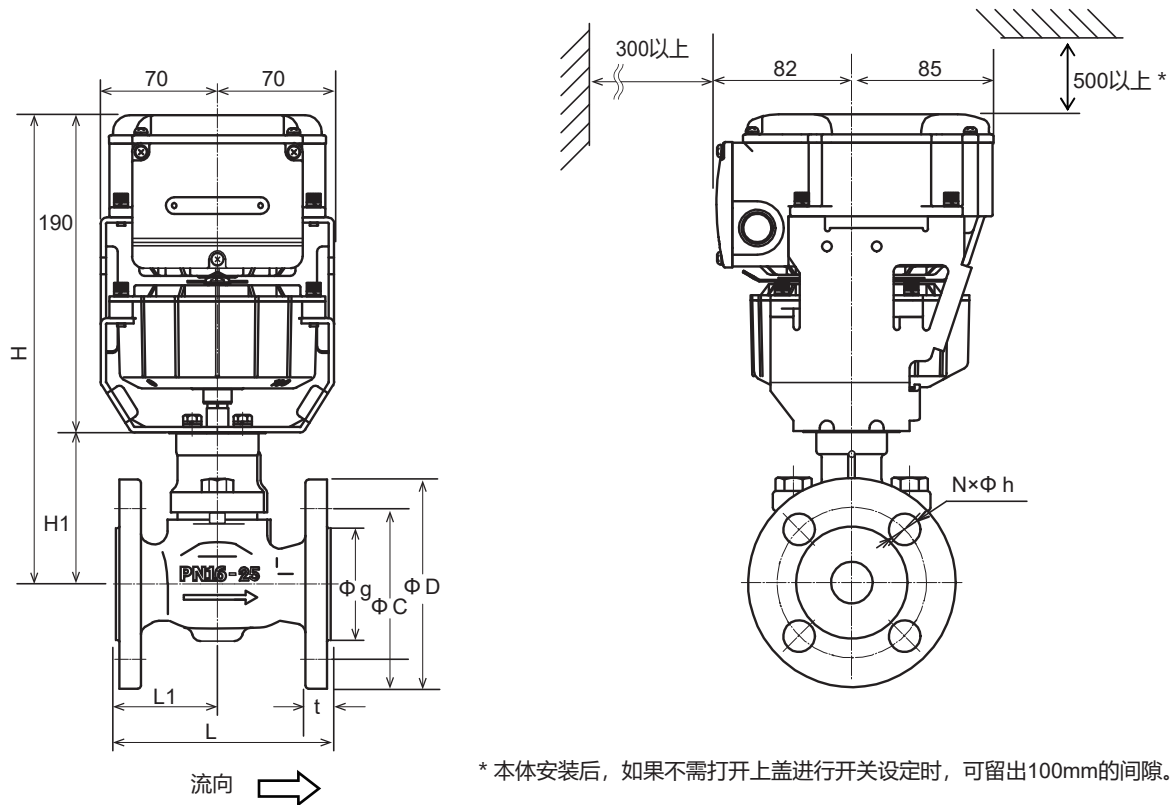

图1 外形尺寸图 (mm)
- 配置本产品后, 为了设定选择开关, 请按图1、2所示留出足够的间隔。